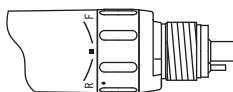

Fig.4
- 2) Rotação em Retrocesso: Rode o anel FWD/REV para R. (Fig.4)